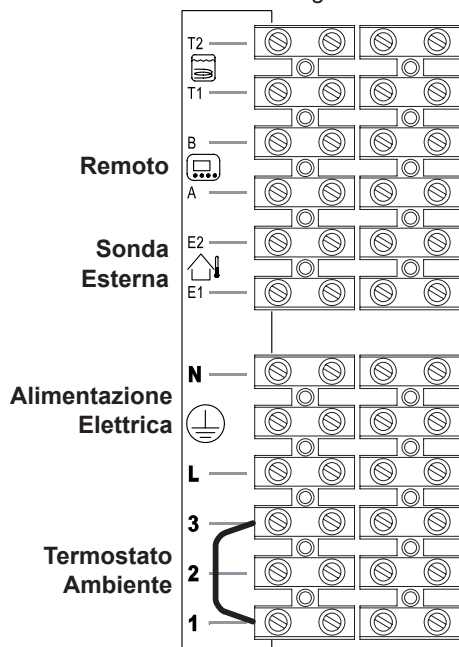

Figura 5.23
Per il collegamento della sonda esterna servirsi dei morsetti indicati in Figura 5.23.
Per il collegamento del remoto servirsi dei morsetti indicati in Figura 5.23.
**setti "1 e 3" non va rimosso** Figura 5.23.